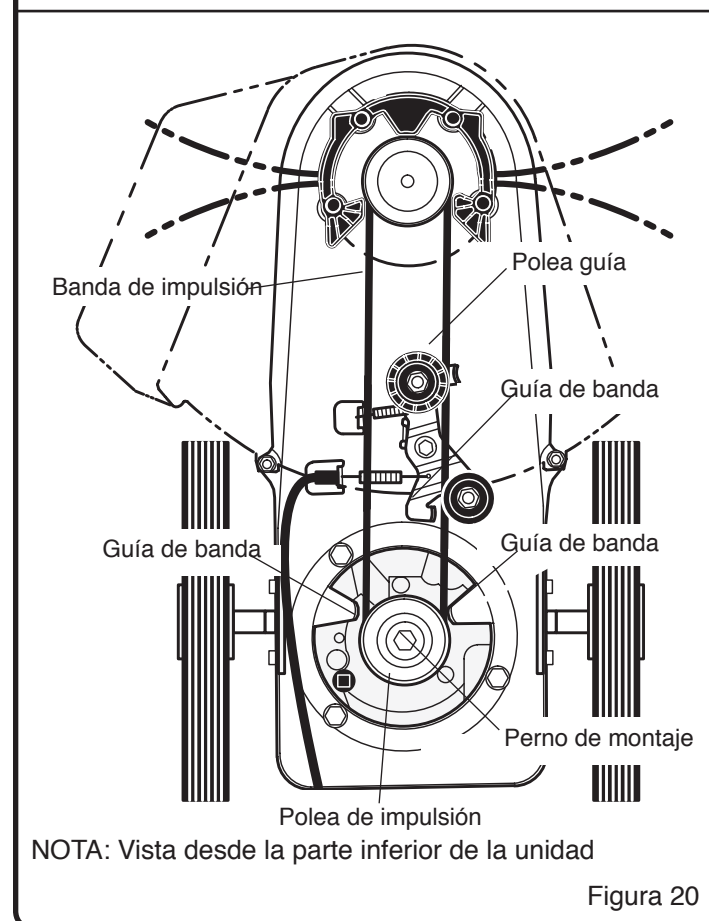

Figura 20
5. Para montar la banda de impulsión, revertir los pasos anteriores. (Véase la Figura 20)
7. Revisar la dirección de la banda de impulsión. Asegurarse que la banda esté dentro de todas las guías de la banda y que ésta no esté torcida. (Véase la Figura 20)